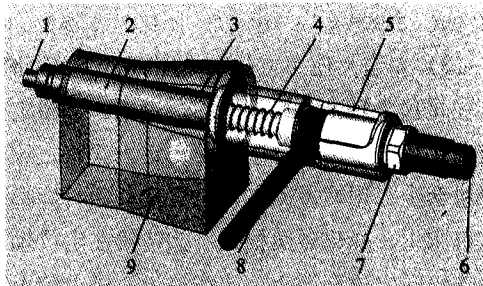

图1 枪栓式尾顶尖压紧装置
(1) 卧式滚齿机枪栓式尾顶尖弹力恒定压紧装置介绍 如图1所示,卧式滚齿机枪栓式尾顶尖弹力恒定压紧装置,包括尾顶尖轴,所述尾顶尖轴为由压紧弹簧4连接的分体式结构,由第一尾顶尖轴和第二尾顶尖轴轴向滑配组合。第一尾顶尖轴2和第二尾顶尖轴6通过定位销3限位,所述装置设置